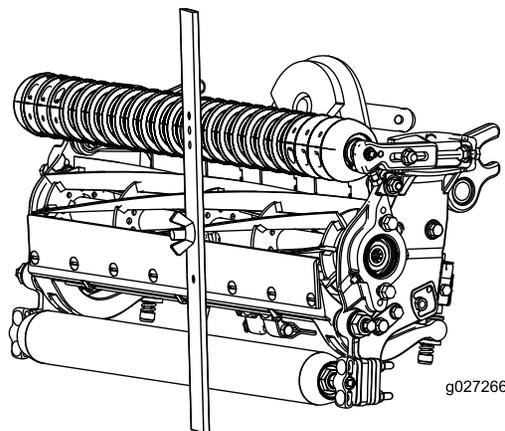

Рисунок 17
4. Зацепите головку винта за режущую кромку неподвижного ножа и расположите задний конец планки на заднем валике (Рисунок 17).
5. Поворачивайте регулировочный винт до тех пор, пока передний валик не коснется измерительной планки (Рисунок 17). Регулируйте оба конца валика до тех пор, пока весь валик не станет параллелен неподвижному ножу.